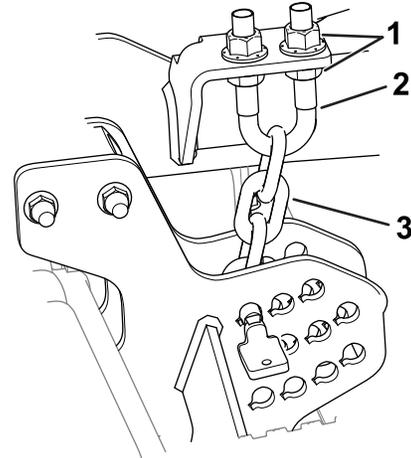

Bild 10
6. Lockern Sie die Klemmmuttern an der Ober- oder Unterseite des U-Bügels an der Schnitthöhenkette (Bild 10).